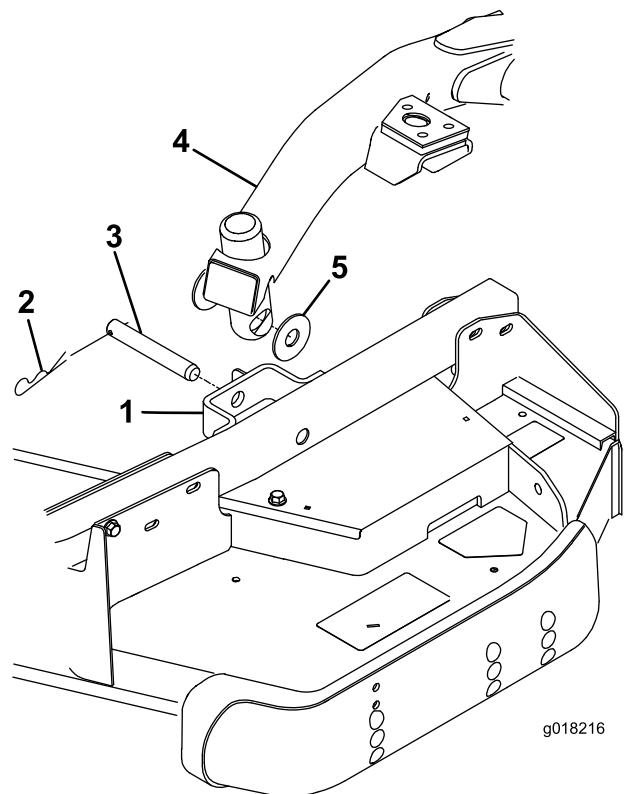

Figura 26
4. Premete l'interruttore di sollevamento in avanti, in posizione di FLOTTAZIONE. Spingete in basso un braccio di sollevamento fino a quando i fori nel braccio di sollevamento non sono allineati ai fori nella staffa del braccio della ruota orientabile e non potete inserire l'asta dell'altezza di taglio nei cuscinetti del braccio di sollevamento (Figura 26).
5. Fissate il braccio di sollevamento al braccio della ruota orientabile con 2 rondelle di spinta, un perno con testa e una coppiglia a forcina, posizionate le rondelle di spinta tra il braccio di sollevamento e la staffa del braccio della ruota orientabile (Figura 26) e inserite l'estremità della coppiglia nella scanalatura nell'aletta del braccio della ruota orientabile, per fissare la coppiglia.